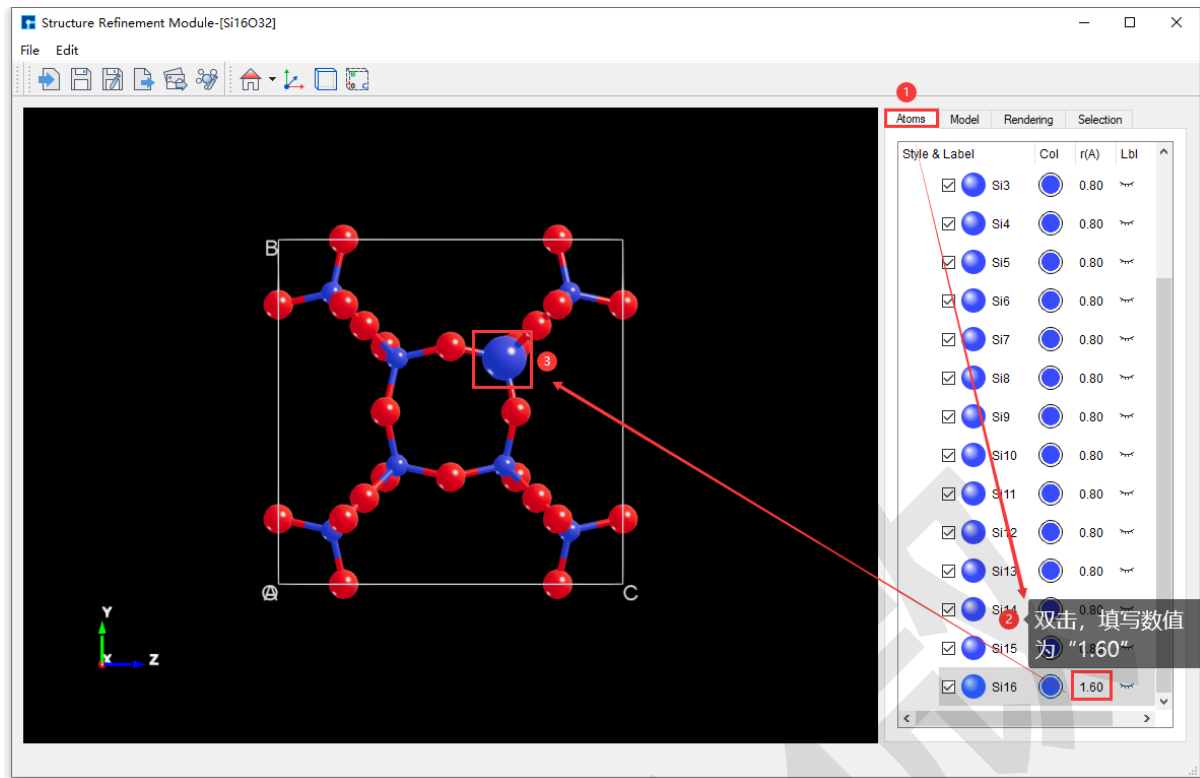

图 7.36: 不选中原子: 将 Si16O32 晶体结构中 Si16 原子的半径由 0.80 修改为 1.60 的操作界面
1. 方式一：不选中 Si16 原子，如图 7.36 所示为将 Si16O32 晶体结构中 Si16 原子的半径由 0.80 修改为 1.60 的操作界面；